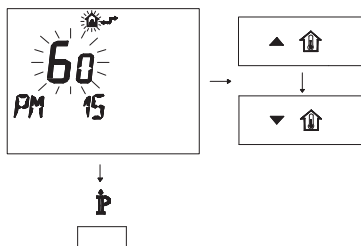

Рисунок 5.26
- Изменяйте заданное значение посредством кнопки ▲ ⏠ или ▼ ⏠ до появления заданного значения 60, подождите, пока заданная цифра не начнет мигать (Рисунок 5.26).